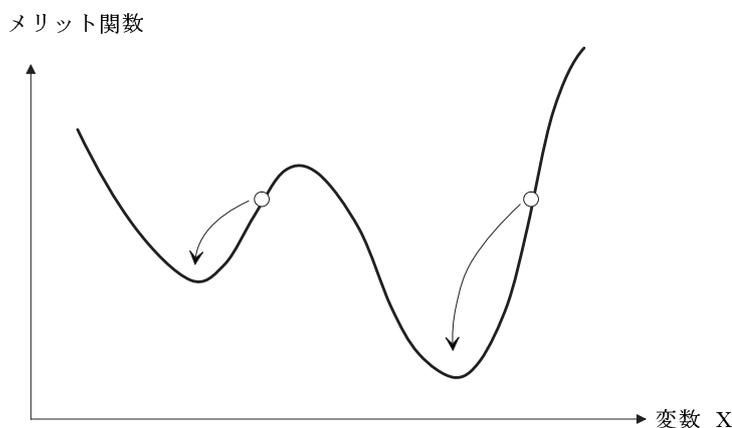

図 6.1: 変数とメリット関数の関係：スタート点を A にとるか、B にとるかによって得られる設計結果の良し悪し(メリット関数の大きさ)が異なります。
*OpTaliX* で使用している最適化アルゴリズムは極小値探索法ですので、収差がどの程度まで改善できるかは(つまり最終的な設計解の良し悪しの程度は)、初期地点の選択(つまりスタート地点としてのレンズデータに選択)に強く依存します。変数がただひとつの場合を例にとって、このことを図 6.1 に示します。
スタートデータの選択はたいへん重要です。図 6.1 において、設計前の出発点である A 点と B 点はメリット関数が同じ値をとっていますが、最適化の結果は異なった極小解(別の設計データ)に導かれています。レンズ設計の本質的な目的がメリット関数の最小値を探し出すことだとすると、そのプロセスと成否はスタートデータの選択を含む設計者の能力と経験に依存しますが、OpTaliX の自動設計機能は、それを引き出す役割を演じます。